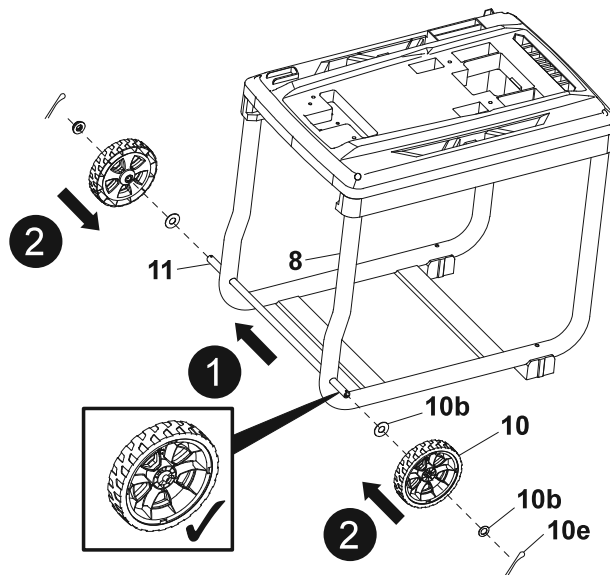

Fig. 2
1. Alinhe e passe o eixo das rodas (11) através dos dois orifícios de montagem laterais da estrutura (8) (Fig. 2, passo 1). Certifique-se de que o eixo das rodas (11) está centrado.
2. Fixe a anilha (10b), a roda (10) e a anilha (10b) no eixo das rodas (11) (Fig. 2, passo 2). Certifique-se de que a roda (10) está orientada para o sentido correto antes de montar.
3. Fixe a ligação passando o grampo em forma de R (10e) através dos orifícios do eixo das rodas (11) (Fig. 2, passo 3). Utilize um alicate (não fornecido) para abrir a extremidade do grampo em forma de R para evitar que deslize.
4. Repita a montagem das rodas no outro lado do eixo das rodas (11).
5. Verifique se ambas as rodas (10) rodam suavemente no eixo das rodas (11).